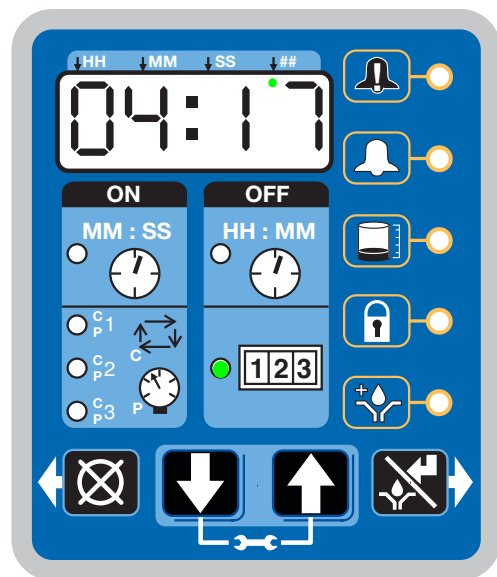

ABB. 48
- Es leuchtet die LED neben dem Feld „1-2-3“ auf (ABB. 48).
Das Beispiel in ABB. 48 zeigt, dass bis zum Auftreten einer Störung noch 4 Stunden und 17 Minuten verbleiben.